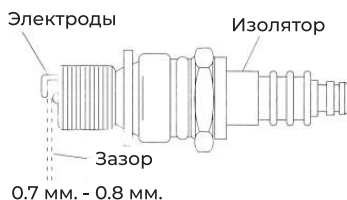

Рис. 33
3. Проверьте межэлектронный зазор пластинчатым щупом и при необходимости отрегулируйте зазор 0.7 - 0.8 мм (рис. 33).